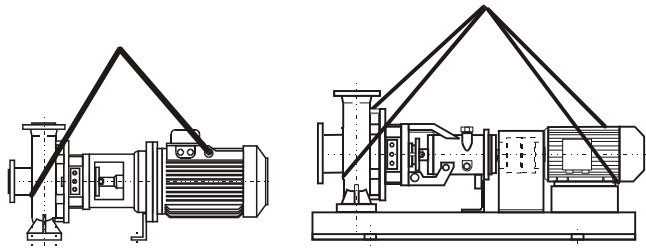

Bild 1: Transport
Heben und transportieren das Pumpen-Motor Aggregat, siehe das Bild 1
- wenn der Halter den Öler hat, drehen die Glasbirne um und gießen Sie Öl in die Pipette, bis sie das Niveau erreicht, wie im Bild 3 angezeigt: füllen Sie die Glasbirne und setzen Sie diese in die senkrechte Stellung. Prüfen Sie, daß das Niveau der Glasbirne konstant bleibt. Die Ölartern angezeigt in Bild 1 sind gültig für Temperaturen -10° und 120° C.